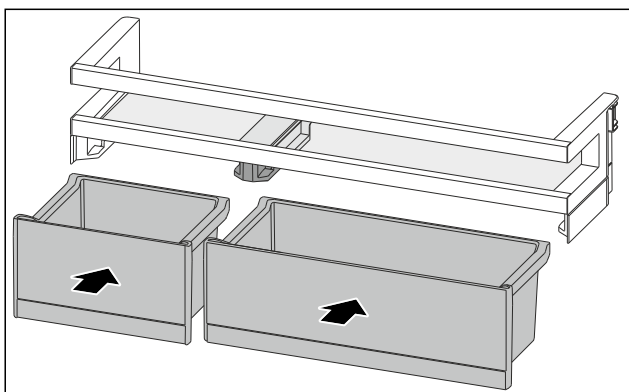

Fig. 91
- ▶ 排列互换后装入 VarioBox。(参见 Fig. 91)